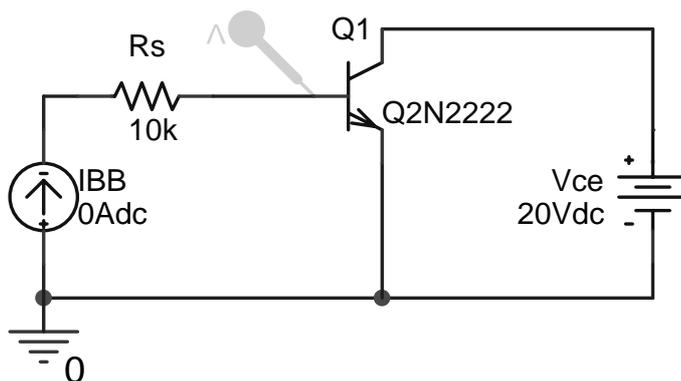
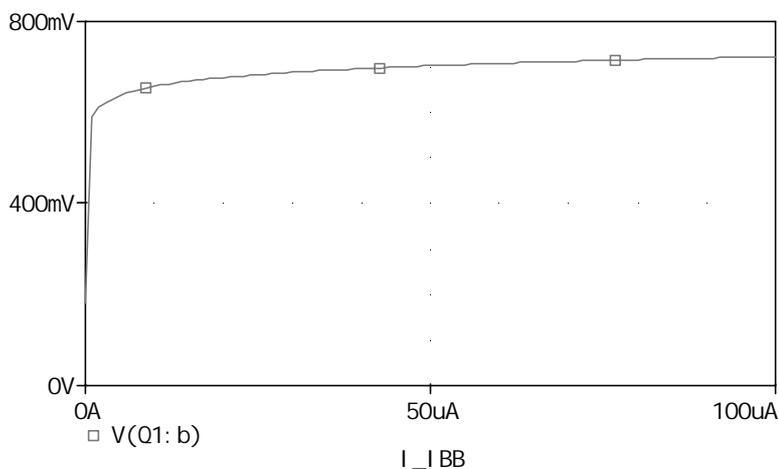
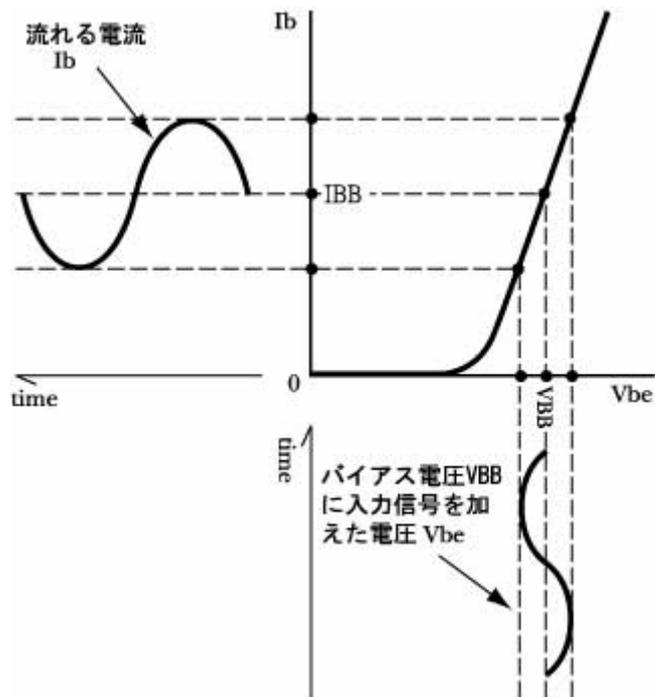
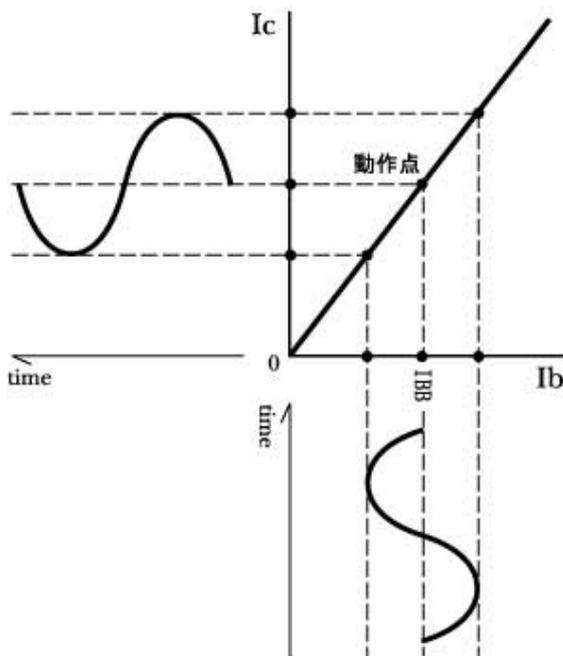

図 2.1a 入力特性を得る回路 (Q2N2222 は EVAL.OLB)
図 2.1b トランジスタの入力特性
図 2.2 トランジスタの増幅作用は入力特性の直線部を使用
図 2.4 電流伝達特性による電流の増幅
PSpice で図 2.1a の回路図を作成し、図 2.1b の入力特性をプロットしなさい .
2) トランジスタの増幅作用は、この入力特性(図 2.1b)の直線部を使用するため、トランジスタのベースには直流電源 V_{BB} を加えて、それに入力信号電圧を重畳して加えます。(図 2.2 参照)
2) 直流電流 I_{BB} と入力信号電流とが重畳した電流 I_b が流れると、そのままの形で増幅された電流 I_c が出力されます。(図 2.4)
トランジスタに増幅作用をさせるためには、ベース側に V_{BB} 、コレクタに V_{CC} の直流電源が必要です。(なぜ必要かを図 2.2 と図 2.4 で考えてみよう)
バイアス電圧 V_{BB} によって流れるベース電流 I_{BB} をベース電流 I_b の動作点といい、その電流を伝達してコレクタ側に流れる電流をコレクタ電流 I_c の動作点といいます。(図 2.4 参照)